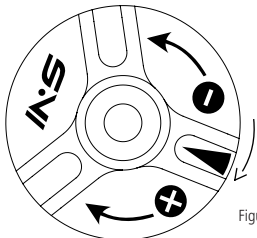

Figura 7
1. Gire lentamente o regulador SVI (3) no sentido horário (Figura 7) e comprima a suspensão (bombadas) para verificar se o sistema ficou rígido;